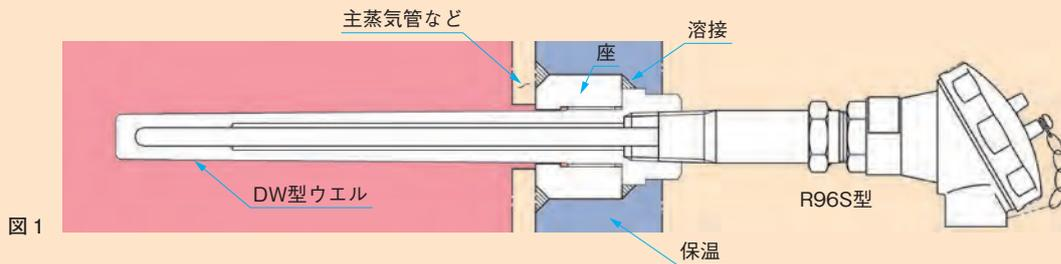

図1
1. 図1は、発電プラントの主蒸気などの温度測定用で、主蒸気管などの座にDW型ウエルを溶接したものです。ウエルと测温接点の熱伝達をよくするために、R96S型などのスプリング圧着式機構を内装した测温抵抗体を取り付けます。ウエルを取り付けるものは高圧の用途に適しており、测温抵抗体の交換にも便利です。